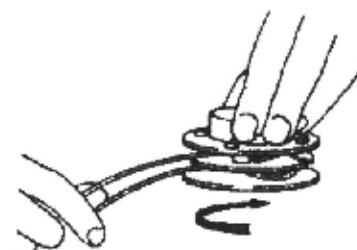

FIG. 3
3. Doble el hilo a la mitad dejando dos largos iguales. Inserte el centro del doblez en la ranura central del carrete. Fig.3.